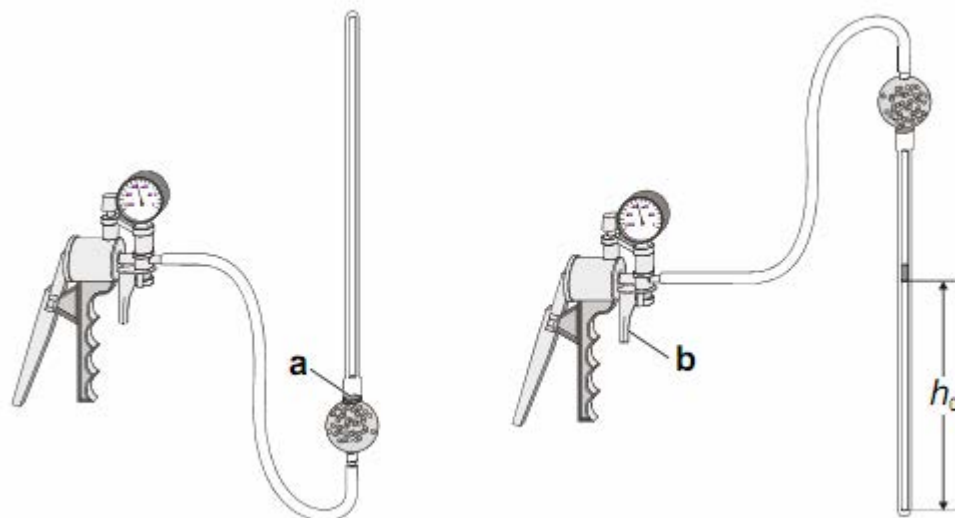

Рис.2.
2. Поверните осторожно термометр как показано слева на рис. 2 и откачайте воздух из него с помощью насоса так, чтобы капелька ртути оказалась в точке а) (см. рис.2).
3. После того как капелька ртути собралась в точке а) поверните термометр отверстием вверх и спустите нагнетенный воздух ручкой б) на насосе (см. рис.2) осторожно, чтобы ртуть не разделилась на несколько капелек.